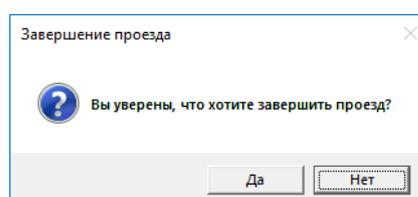

Рисунок 22 – Диалоговое окно «Завершение проезда»
4.4.2 Отобразится стандартное диалоговое окно (Рисунок 22), в котором необходимо нажать кнопку «Да».